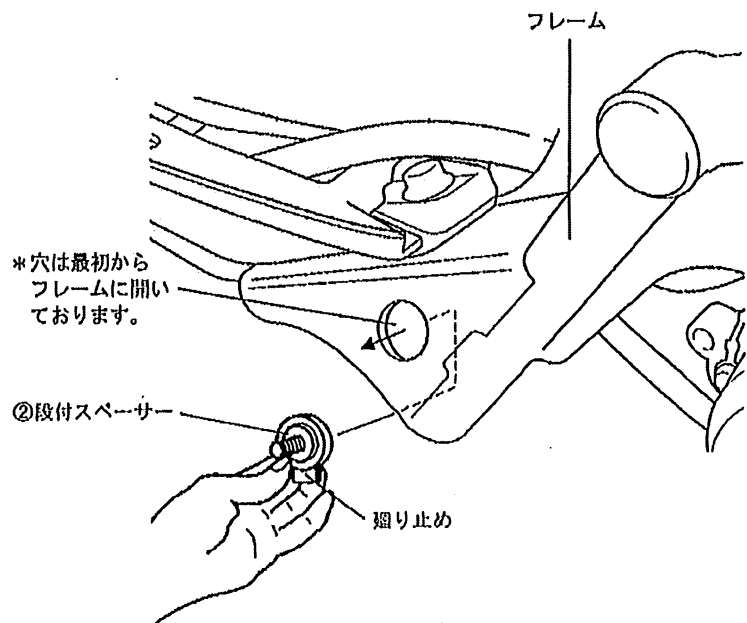

図 1
1. ②段付スペーサーの廻り止めを下に向けて図1のフレーム部分にはめ込む様に取り付けを行って下さい。